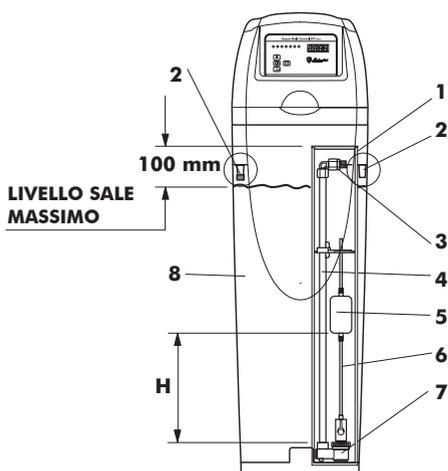

Fig. 5
- 1 Riempire il contenitore di sale fino a 100 mm dal bordo tubo scioglitore (vedi Fig.5)
**Nota: Tappare con apposito tappo il troppo pieno non utilizzato (Vedi Fig.5 pos.2).**